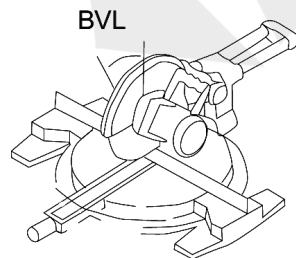

Fig.7
---Impostare il valore BLV sulla macchina da taglio per eseguire un taglio obliquo longitudinale (Fig. 7).